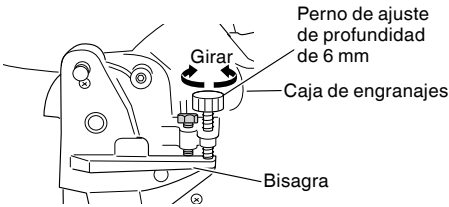

Fig. 11-b
Para ajustar la posición de límite inferior de la hoja de sierra, siga lo procedimiento (1) indicado en la Fig. 11-a.